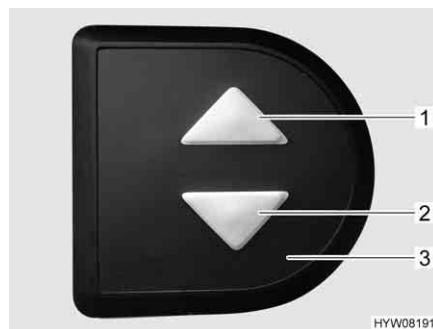

Fig. 82 Elemento di regolazione
- Sull'elemento di regolazione (Fig. 82,3) premere contemporaneamente i due tasti freccia (Fig. 82,1 e 2) e tenerli premuti fino a quando il letto basculante non si è spostato completamente verso il basso. Una volta rilasciati i tasti viene emesso un segnale acustico di conferma.
- Sull'elemento di regolazione (Fig. 82,3) premere il tasto freccia inferiore (Fig. 82,2) e tenerlo premuto fino a quando il letto basculante non ha raggiunto la posizione finale in basso.
- Sull'elemento di regolazione (Fig. 82,3) premere il tasto freccia superiore (Fig. 82,1) e tenerlo premuto fino a quando il letto basculante non ha raggiunto la posizione finale in alto.
- Portare leggermente il letto basculante con i tasti freccia (Fig. 82,1 o 2) nella direzione opposta.